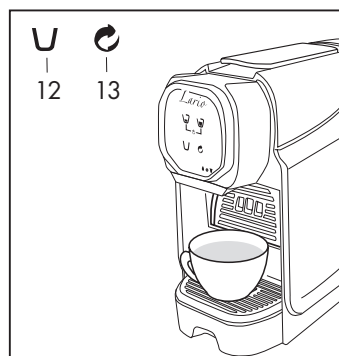

Fig. 13
- Premere il simbolo (12) per erogare la bevanda (Fig.13) premere nuovamente il tasto quando si è raggiunta la quantità desiderata.
- Premere il simbolo (13) per attivare la funzione risciacquo (Fig.13) premere nuovamente il tasto per arrestare la funzione.